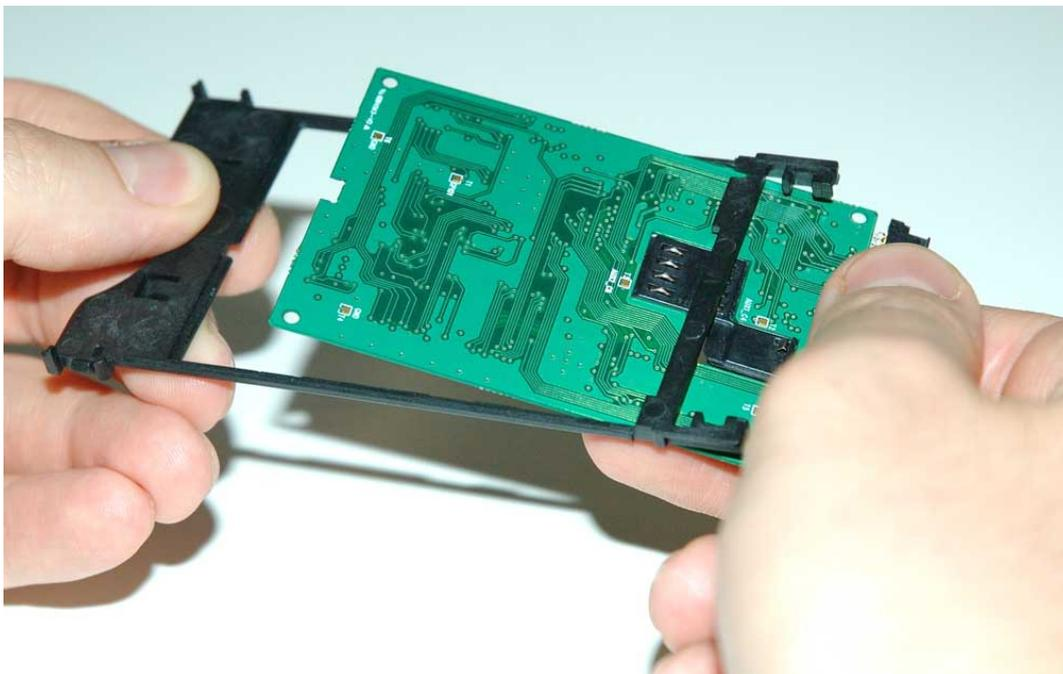

Fig. 33
- Infilare la scheda della Cam, rivolta verso il basso, nella cornice di plastica del Case, facendola scorrere lungo le apposite guide, come illustrato nelle seguenti figure (fig. 33 e 34):